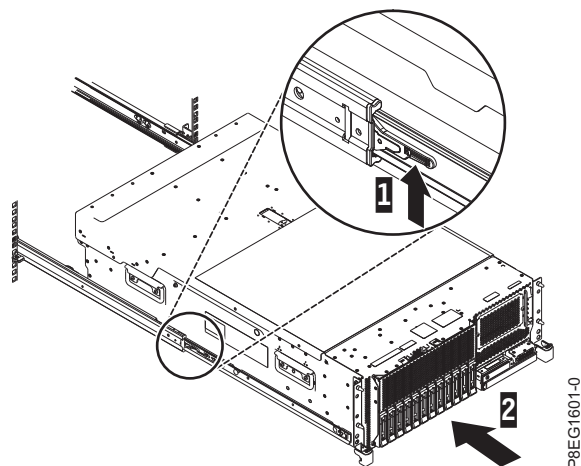

図 8. リリース・ラッチとサーバー
3. スライド・レールにある青色のリリース・ラッチ (1) を引き上げ、サーバー (2) を所定の位置に収まるまでラックの中に押し込みます。詳しくは、図 8 を参照してください。